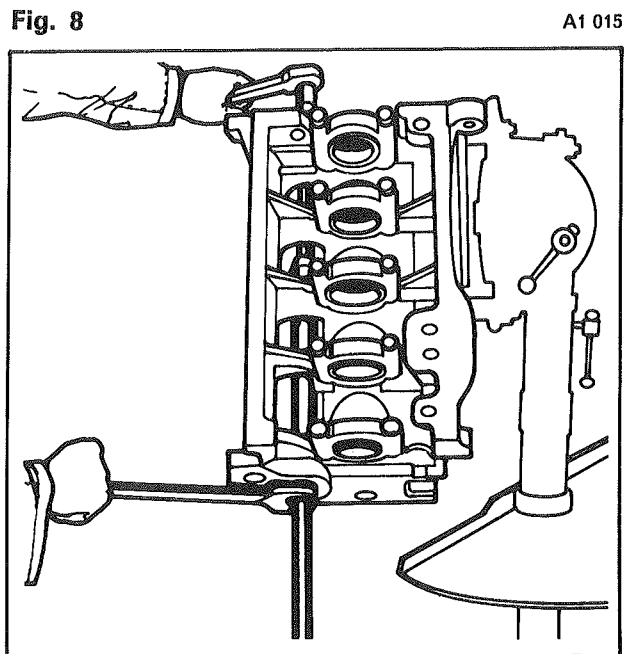

Fig. 8
- Visser un écrou et serrer celui qui est situé côté plan de joint du carter de distribution, jusqu'à ce que la bague neuve remplace la bague usagée et que la rondelle n° 3 vienne en butée sur le tube entretoise (fig. 8), à ce moment, la bague neuve est placée dans sa position définitive.